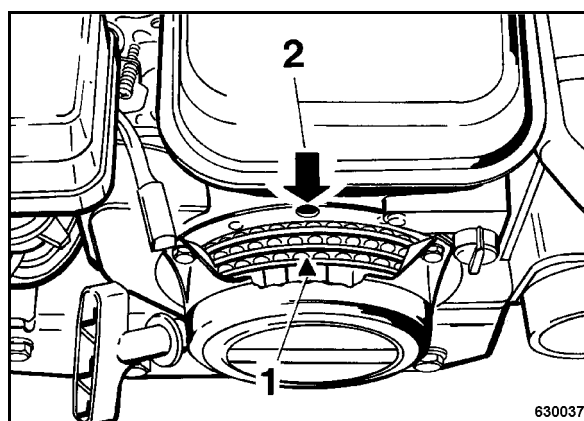

рис. 47
- Для этого выровнять треугольную отметку 1 (рис. 47) шкива стартера по верхнему отверстию (2).